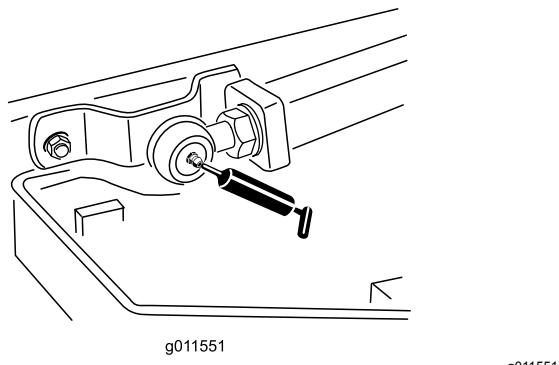

Figura 82
- Duas rótulas de elevação da barra de ligação (Figura 82)